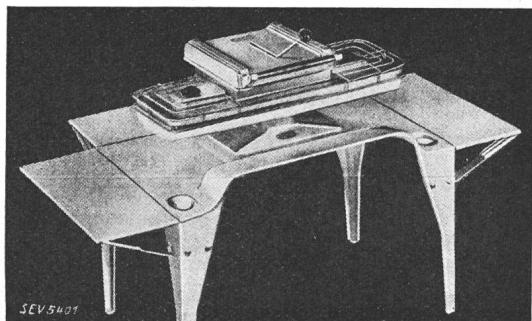

Fig. 51.
**3. Bügelmaschinen.** Ausser den bekannten Bügelmaschinen mit walzenförmigem Heizelement ist eine von der G. E. Co. herausgebrachte Maschine mit flachem Heizkörper neu auf dem Markt (Fig. 51) erschienen. Sie soll für mehr Arbeiten gebraucht werden können als die Maschinen alter Bauart und die Wäsche schonender behandeln (Knöpfe werden weniger zerdrückt als beim mangenähnlichen Betrieb).